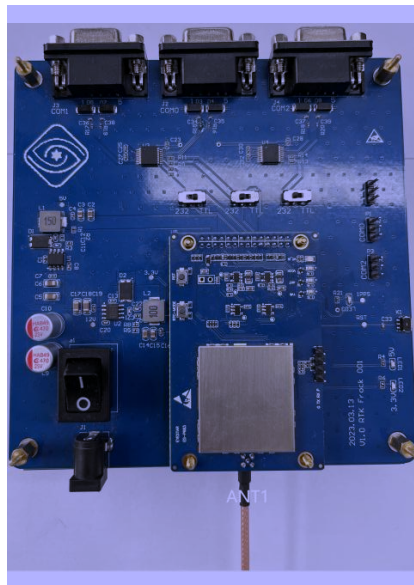

图 4-2 连接天线
- 选择适当增益的有源 GNSS 天线，并将 GNSS 天线架设在稳定、无遮挡的区域，通过同轴射频电缆连接天线和板卡，天线连接至 P683-D 板卡上 ANT1 天线接口，如图 4-2 所示；